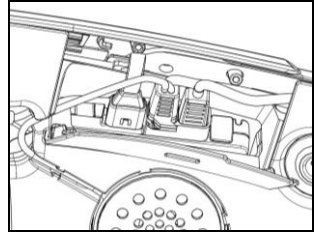

Fig. 8
- Introducir delicadamente el conector en su lugar hasta colocarlo completamente en el interior (Fig. 8).